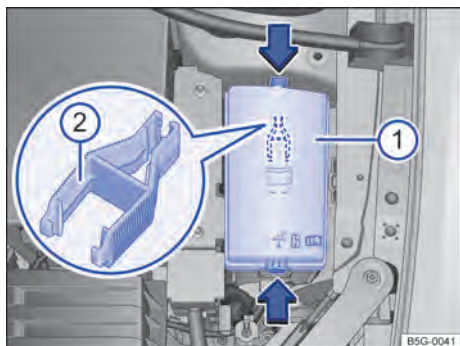

Fig. 203 No compartimento do motor: cobertura ① da caixa de fusíveis com pinça de plástico ②.
- Pressionar os botões de travamento no sentido da seta para destravar a cobertura da caixa de fusíveis → Fig. 203 ①.
No lado interno da cobertura da caixa de fusíveis no compartimento do motor pode haver uma pinça de plástico → Fig. 203 ② para a retirada dos fusíveis.